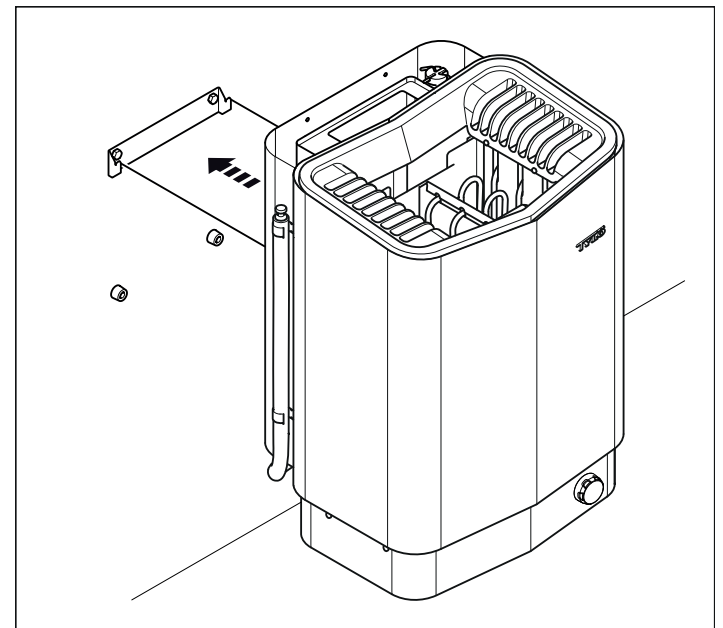

Abbildung 11: Hängen Sie die Heizung auf.
9. Hängen Sie die Heizung an der Halterung auf (siehe Abbildung 11).